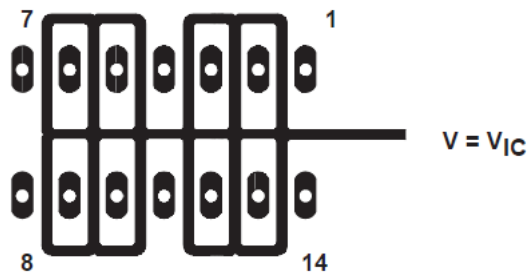
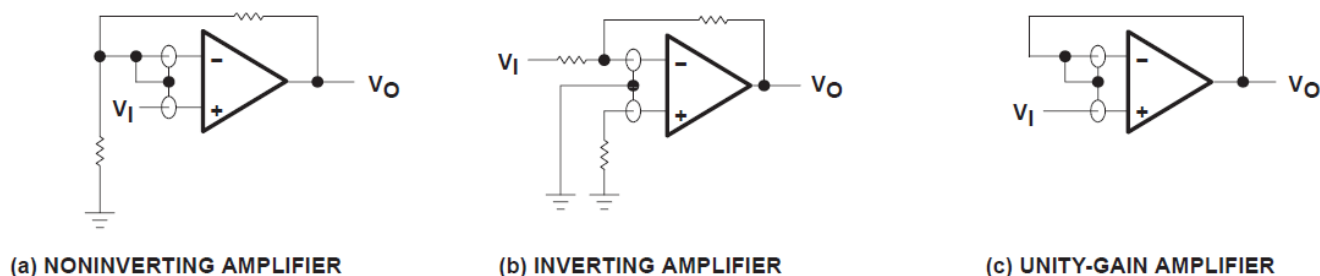

图 5-4. 器件输入端周围的隔离金属（J 和 N 封装）
图 6-3. 防护环方案
1. 将器件与其他潜在的泄漏漏源隔离。在设备输入端周围和之间使用接地屏蔽层（请参阅图 5-4）。否则可能流向输入端的泄漏电流被分流。
由于极高的输入阻抗和由此产生的低偏置电流要求，TLC274 和 TLC279 非常适合低电平信号处理；然而，印刷电路板和插座上的泄漏电流很容易超过偏置电流要求并导致器件性能下降。在输入端周围安装防护环（类似于节 5 部分中的图 5-4）是一种很好的做法。在与共模输入相同的电压电平下，必须从低阻抗源驱动这些防护装置（请参阅图 6-3）。